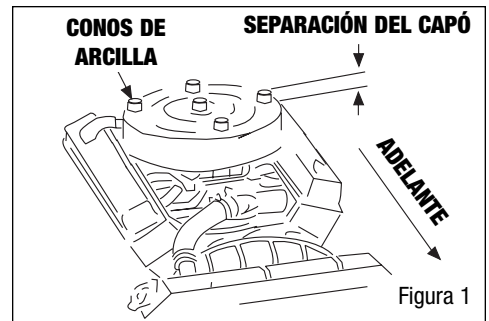

Figura 1
**Nota:** Para evitar posible daño al capó, use conos de arcilla para asegurarse de que existe una separación adecuada, según se indica en la Figura 1. **¡No cierre el capó sin asegurarse antes de que existe una separación adecuada!**